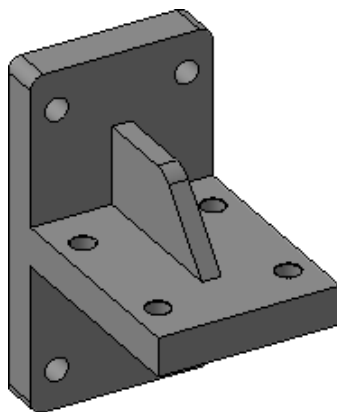

Рисунок 20.
- Нажмите кнопку Создать объект  — будет построен массив отверстий (рис.20).